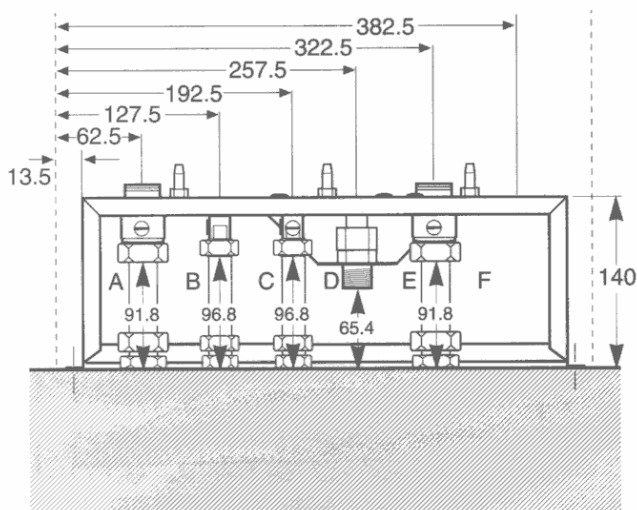

Fig. 6: Allacciamenti idraulici (visti da sotto)
- Eseguire gli allacciamenti del riscaldamento e dell'acqua sanitaria (vedi Fig. 6 e 6.1).